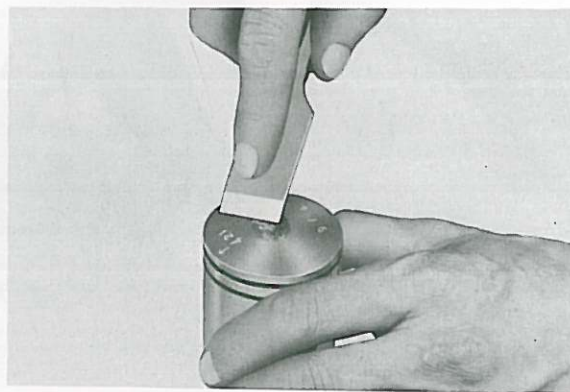

Fig. 3-3-10
2. Remove carbon deposits from piston crown. (Fig. 3-3-10)
2. Décalaminer la calotte du piston. (Fig. 3-3-10)
2. Ölkohleablagerungen vom Kolbendeckel entfernen. (Fig. 3-3-10)